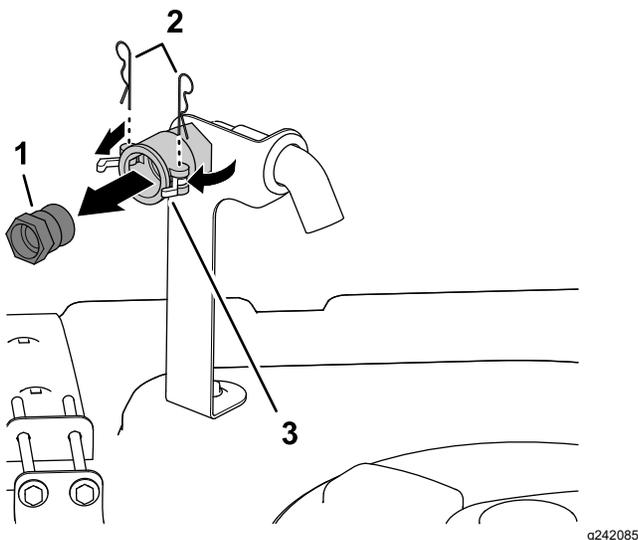

Figura 3
1. No lado dianteiro direito da cobertura do depósito, retire os 2 pernos de gancho que prendem os trincos do acoplamento de desligação rápida para o recetáculo de enchimento antissifão (**Figura 3**).
2. Rode e abra os trincos para desbloquear o encaixe de desligação rápida do acoplamento de desligação rápida (**Figura 3**).
3. Retire o encaixe de desligação rápida do acoplamento de desligação rápida (**Figura 3**).
4. Feche os trincos e instale os pernos de gancho nas flanges do acoplamento de desligação rápida (**Figura 3**).